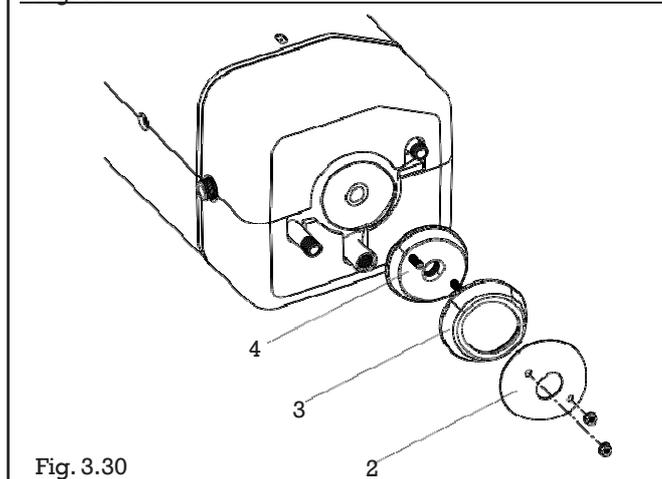

Fig. 3.30
- Rimuovere i dadi (2) (Fig. 3.30) di bloccaggio flangia esterna ed estrarla
- Verificare lo stato di consumo dell'anodo di magnesio (1) e sostituirlo se è necessario
- Verificare l'integrità della guarnizione (3), dopo averla sfilata dalla flangia interna (4), e sostituirla se necessario.